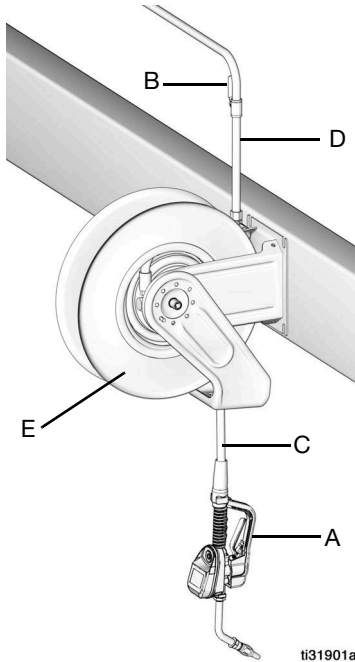

ABB. 6
Die in ABB. 6 gezeigte typische Installation ist nur eine Richtlinie. Es handelt sich nicht um eine vollständige Systemauslegung. Kontaktieren Sie Ihren Graco-Händler zwecks Unterstützung bei der Planung eines Systems, welches Ihren Anforderungen gerecht wird.
2. Das Absperrventil schließen (B, siehe ABB. 6, Seite 9).
1. Das Materialabsperrventil (B, siehe ABB. 6, Seite 9) an allen Abgabestellen schließen.
4. Öffnen Sie langsam das Absperrventil (B) an der Abgabestelle. Eine ausreichende Menge an Öl herauspülen, um sicherzustellen, dass das gesamte System gereinigt wurde; dann das Ventil schließen.